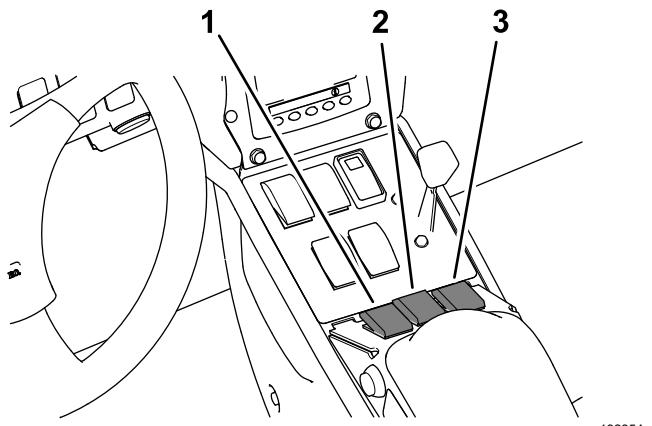

Рисунок 66
3. Нажмите кнопку 2 на панели инфо-центра и ведите машину к финишной линии (Рисунок 66 и Рисунок 63).